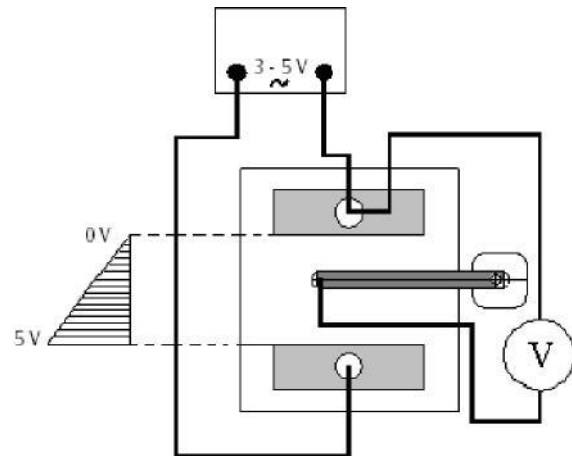

Fig. 1 Montage de l'expérience
- Placer la cuve sur une feuille de papier millimétrique et monter l'expérience comme le montre la figure 1.